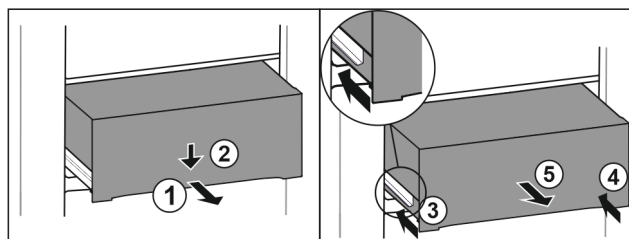

Fig. 91
- ▶ Вытяните выдвижной ящик наполовину. Fig. 91 (1)
- ▶ Вдавите выдвижной ящик в передней части вниз. Fig. 91 (2)
- ▶ Задвиньте левую направляющую прим. на 2 см. Fig. 91 (3)
- ▶ Задвиньте правую направляющую прим. на 2 см. Fig. 91 (4)
- Извлеките выдвижной ящик движением вперед. Fig. 91 (5)